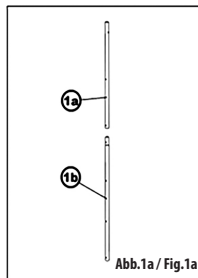
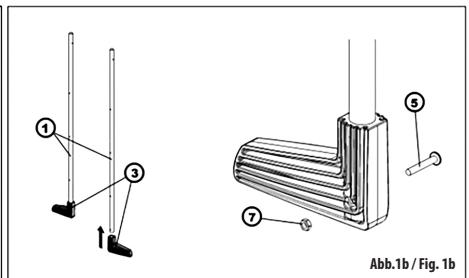

Abb.1a / Fig.1a
Abb.1b / Fig.1b
Die unteren Füße (3) schieben Sie auf das richtige Ende (gemäß Öffnungen) der hinteren Holme (1). Sichern Sie diese mit entsprechenden Schrauben (5) und Muttern (7) (Abb. 1b). Bei geteilter Leiter für Pools 1,20 m verbindet Sie die oberen (1a) und unteren (1b) Holme (Abb. 1a).